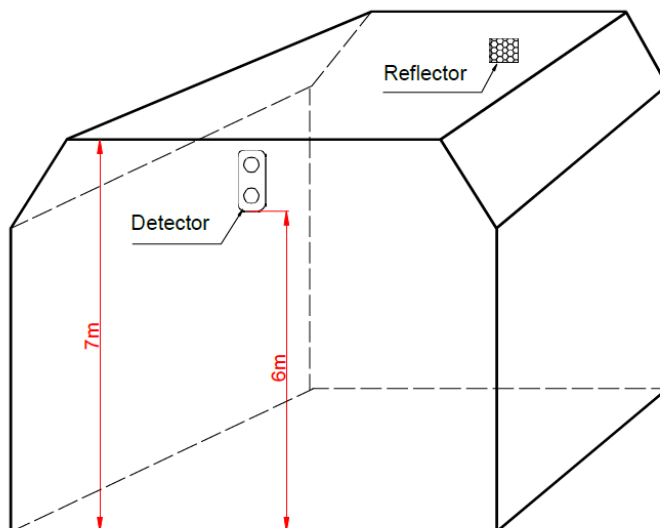

Fig. 5 Montagem
- b) Quando a altura do espaço está entre 5m e 8m, o detector e o refletor devem ser montados nas duas paredes opostas a 0,5m a 1m do teto, ver Fig. 5.